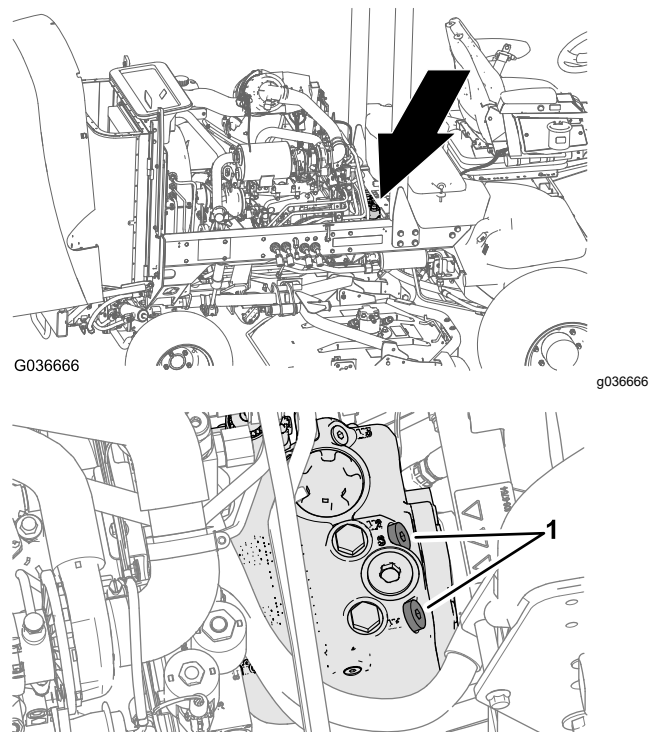

図 74
1. フードを開け、バッテリーボックスの後ろにあるポンプの上面についているリリーフバルブを探し出す 図 74。